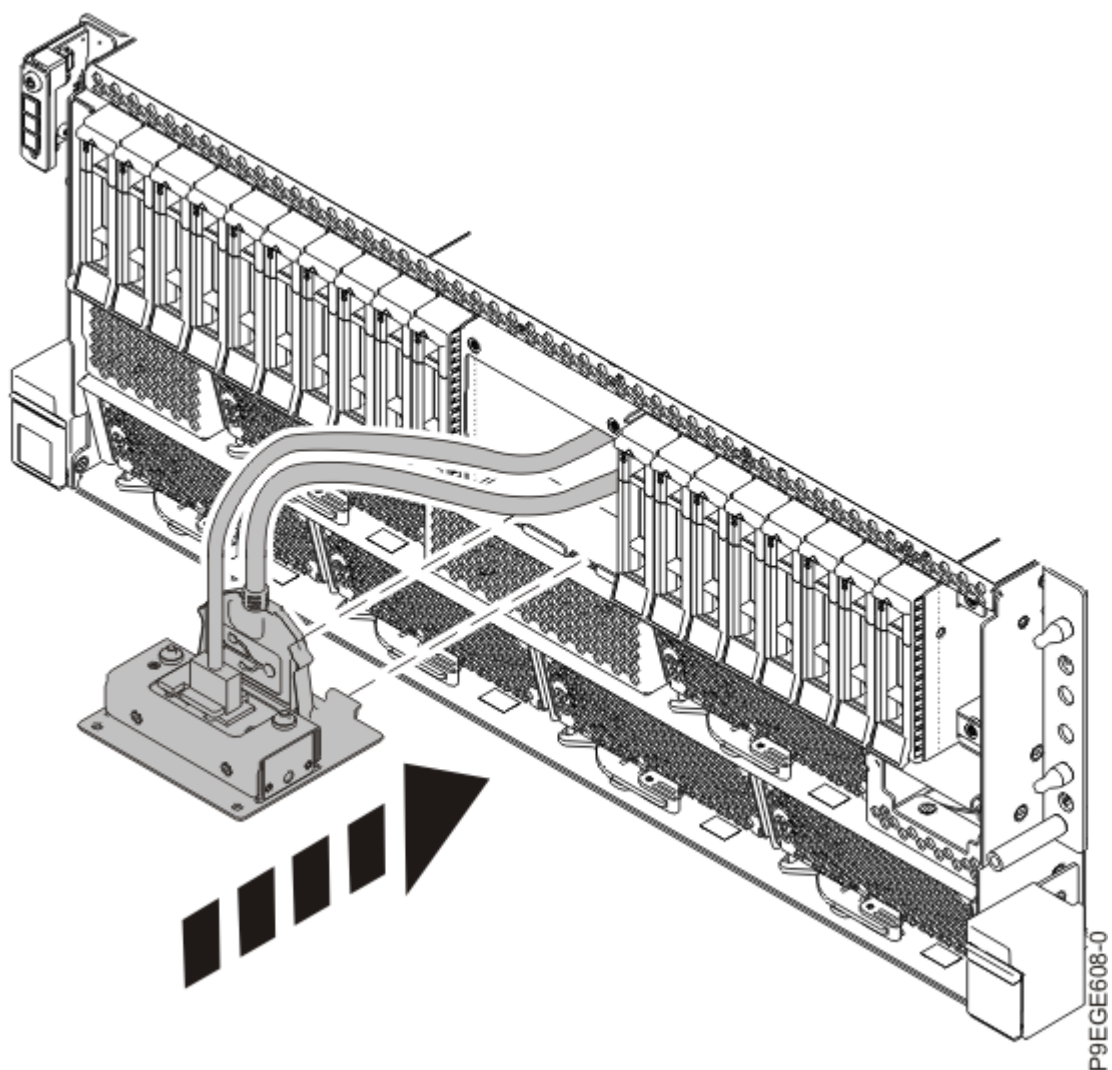

Figura 23. Inserción del cable USB frontal
3. Inserte el cable USB frontal en la apertura de la parte frontal del sistema, tal como se muestra en la Figura 23 en la página 25. Pase el cable por el chasis y por el lateral derecho del chasis del sistema.